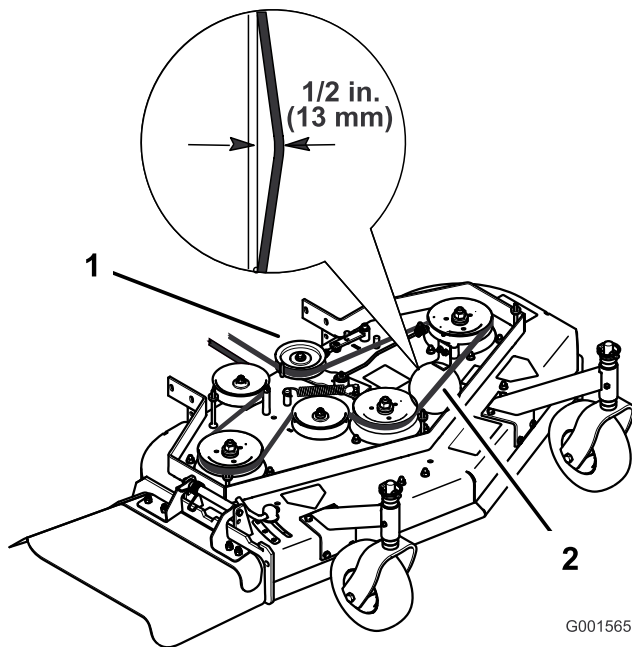

Figure 38
4. Retirez la poulie de tension et la courroie usagée (Figure 38).
Remarque: La tension correcte de la courroie du plateau de coupe est de 44-67 N (10-15 lb-pi) avec une flèche de 13 mm (1/2") à mi-chemin entre les poulies (Figure 38).